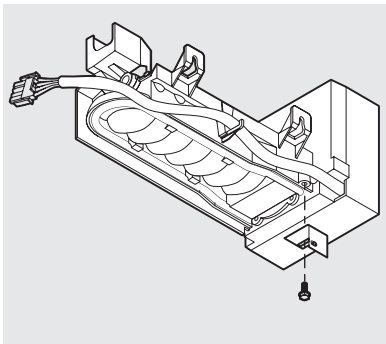

figure 7
11. Fixez le support de mise de niveau réglable sur le dessous de la machine à glaçons à l'aide d'une vis (figure 7). Retirez la vis du support de mise de niveau du corps de la machine à glaçons et insérez le support entre le corps de la machine à glaçons et le couvercle de plastique du réchauffeur. Remettez en place la vis du support de mise de niveau, mais NE serrez PAS le support à ce stade-ci. Il sera serré plus tard dans la procédure.